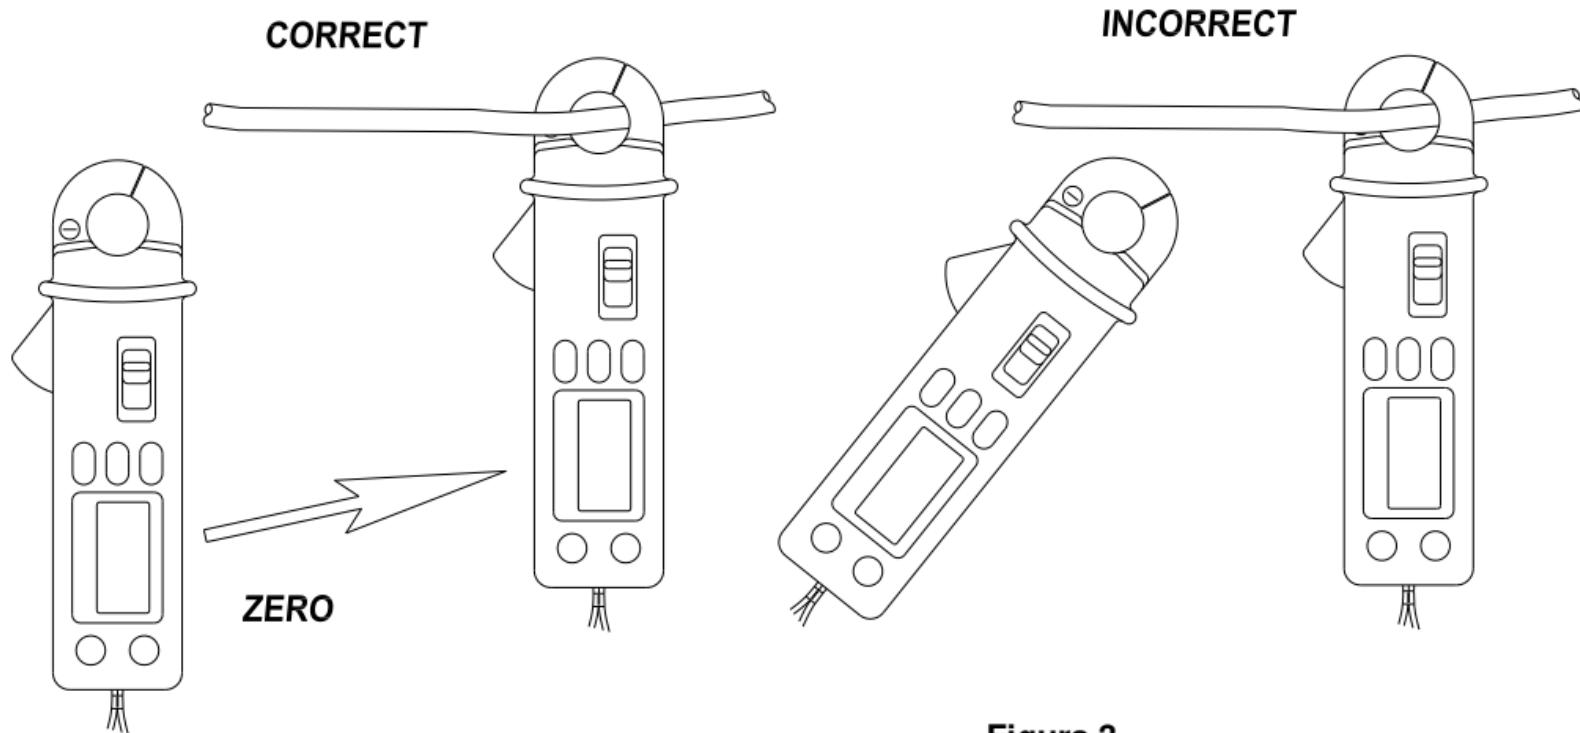

Figura 3
5. Usar o interruptor zero para colocar a leitura a zeros. Devido à alta sensibilidade da pinça amperimétrica, deve colocar a zeros na mesma direção da medição de modo a evitar interferências de campos magnéticos externos. (ver Figura 3)